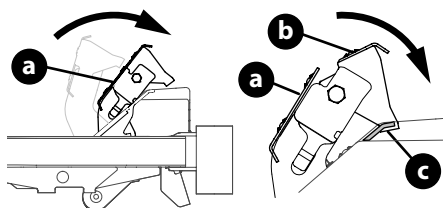

Figura 18
1. Presione a fondo el pedal de freno (a) y hacia la derecha (Figura 18).